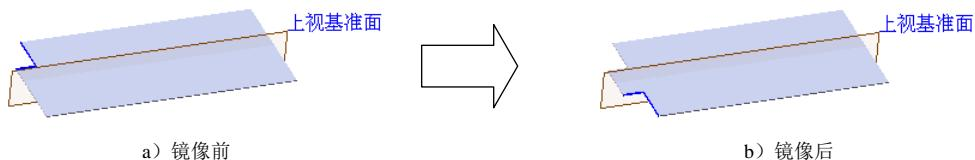

图 14.4.12 镜像 1
Step7. 创建图 14.4.12 所示的镜像 1。
- (1) 选择命令。选择下拉菜单 **插入(I)** → **阵列/镜向(E)** → **镜向(M)...** 命令。
- (2) 定义镜像基准面。选取上视基准面作为镜像基准面。
- (3) 定义镜像对象。选择切除—拉伸 1 作为镜像 1 的对象。
(4) 单击 \checkmark 按钮，完成镜像 1 的创建。